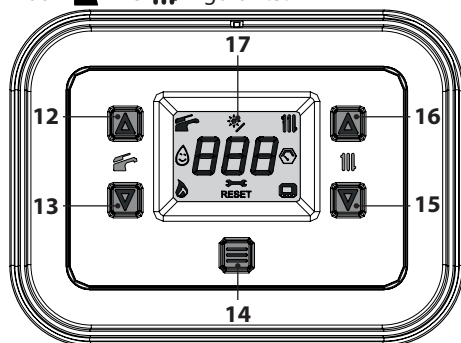

Figura 2.3
- Tenere premuto per 1 secondo il tasto 14 fino a far apparire sul display entrambe i simboli e Figura 2.3.